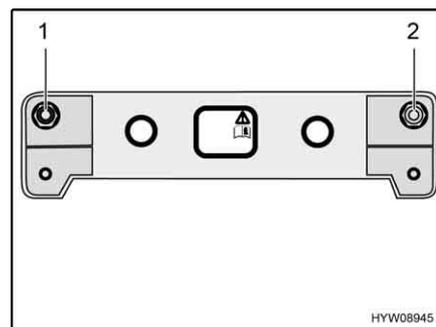

Fig. 17 Valvole di riempimento di emergenza
Nel vano motore sono installate due valvole di riempimento di emergenza (Fig. 17,1 e 2) su una lamiera di sostegno. Queste valvole sono collocate in modo che in base alla loro posizione (nel senso di marcia) possano essere associate ai lati delle molle pneumatiche. Inoltre sono contrassegnate.
- Riempire uniformemente con aria compressa le valvole di riempimento di emergenza (Fig. 17,1 e 2) presenti su entrambi i lati, fino al raggiungimento del livello di marcia normale del veicolo.